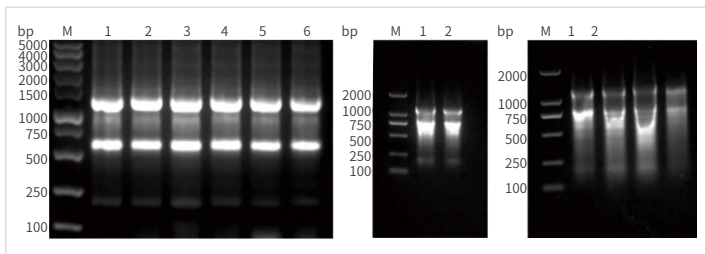

图1 总RNA跑胶示例图
- 2) 总RNA质量检测：配置1%的琼脂糖胶，取2 $\mu$ L总 RNA与loading buffer混匀后跑胶，胶槽需要用超纯水冲洗干净，电泳缓冲液也需要换成新的，在200V恒压下跑胶15min后扫胶，如图1所示，质量好的RNA在琼脂糖凝胶上可观察到两条明亮的条带，28S:18S RNA 的比例可以评估总 RNA的完整性，真核RNA 的理论 28S:18S 比率约为 2:1。对于哺乳动物的总 RNA，带的强度比应为 1.5~ 2.5:1。